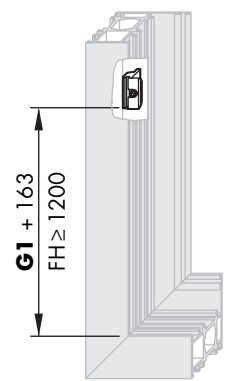

Bild 3
- Rahmen** **A** Bei $FH \geq 1200$ mm Schließteil nach Maßangabe (Bild3) positionieren und mit den Gewindestift festklemmen (Drehmoment $1,5 \pm 0,25$ Nm).